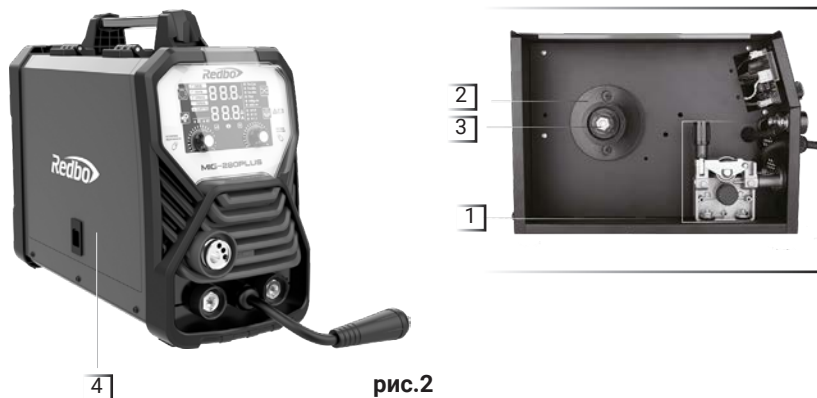
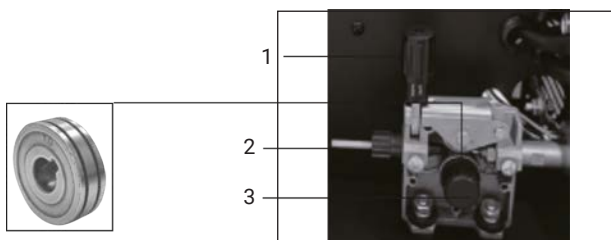

рис.2
рис.4
тепла. На боковой панели расположен механизм подачи сварочной проволоки (рис.2 поз.1), шкив (рис.2 поз.2) и фиксатор шкива (рис.2 поз.3), скрытый под внешней крышкой (рис.2 поз.4) отсека подающего механизма.
12. Установите катушку с сварочной проволокой на шкиф (рис.2 поз. 2) так, чтобы при подаче проволоки катушка вращалась против часовой стрелки, для этого необходимо открутить фиксатор шкива (рис.2 поз.1), установить катушку и зафиксировать ее в обратной последовательности, после чего пропустите сварочную проволоку в механизм подачи (рис. 4):
- открутите фиксатор изменения усилия зажатия (рис.4 поз.1) и откройте прижимной механизм подачи проволоки, отведя его вверх;
- проверьте, чтобы размер канавки ролика на прижимном механизме соответствовал диаметру используемой сварочной проволоки, при необходимости поменяйте положение ролика, открутив фиксатор ролика (рис. 4 поз.3) против часовой стрелки;
- пропустите проволоку внутри направляющей трубки (рис.4 поз.2) и дальше в механизм подачи;
- опустите прижимной механизм и установите необходимое усилие прижима ролика поворотом фиксатора (рис.4 поз.1);